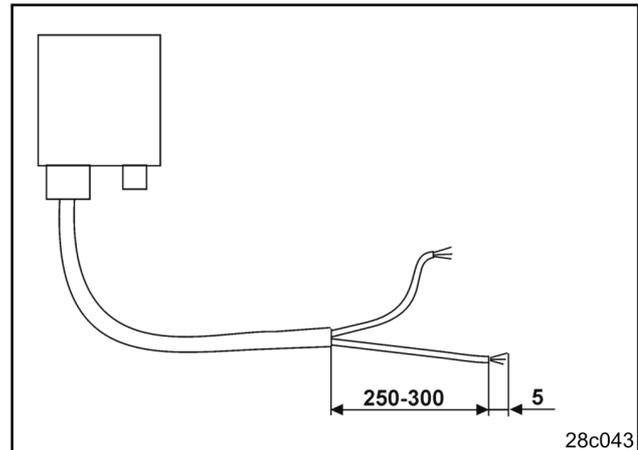

Fig. 5
- quitar aprox. 250 a 300 mm de la cubierta exterior del extremo del cable (Fig. 5)
- Desaislar individualmente 5 mm de los extremos de los cables (Fig. 5).